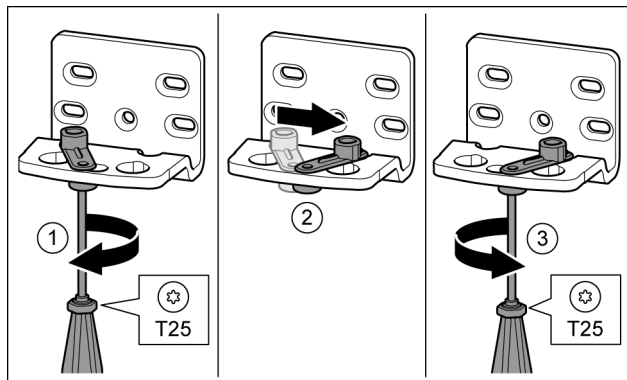

Fig. 16*
- ▶ 用 T25 螺丝刀拧松螺钉。* Fig. 16 (1)
- ▶ 将关门辅助装置提起并向右 90° 转入钻孔。* Fig. 16 (2)
- ▶ 用 T25 螺丝刀拧紧螺钉。* Fig. 16 (3)